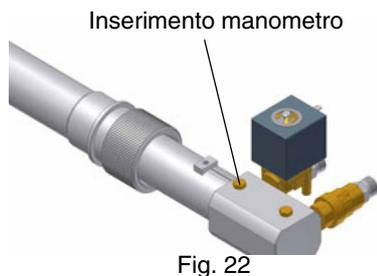

Fig. 22
- 9 La pressione di alimentazione ugello è già pre-tarata in fabbrica e non deve essere cambiata. Solo se necessario, regolare la pressione di alimentazione (vedi relativo paragrafo) nel modo seguente: inserire un manometro nella posizione indicata in Fig. 22 agire sulla vite di regolazione **VR** della pompa (vedi Fig. 21 e pag. 18) fino ad ottenere una pressione all'ugello pari a 20 bar(ugelli Bergonzo - vedere grafico a pag. 29);